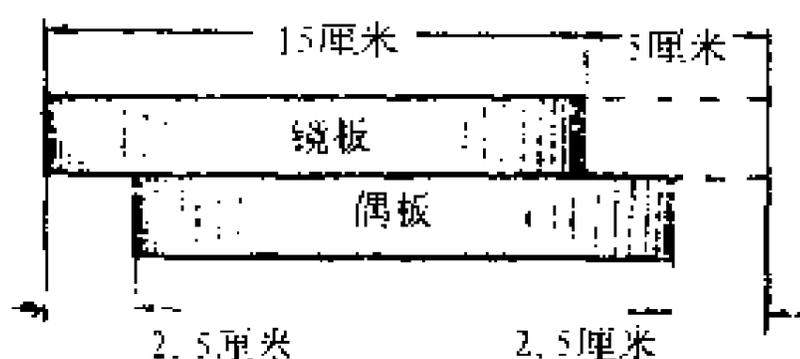

图 32 短磨程的算法
(1) 磨程 镜板在偶板上面推拉的距离叫作磨程。磨程如果太大，则镜面的中部容易太深，如果磨程小了，则又不易磨出足够的凹度来。除粗磨须用长磨程外，标准的磨程是镜面直径的  $1/3$ 。这就是说，一个 15 厘米直径的镜面的磨程应该是 5 厘米。这是指镜面每次推和拉的总距程而言，表明它每次边缘突出最多部分为 2.5 厘米。这样，当它从左边突出 2.5 厘米的地位移至右边突出 2.5 厘米地位时，它运动的总距程是 5 厘米。见图 32。